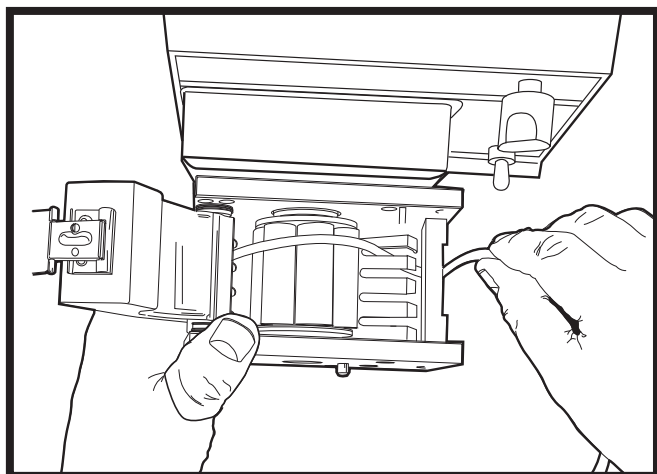

Abbildung 8, Schlauchstopper in den entsprechenden Klemmschlitz auf der anderen Seite stecken.
4. Schlauch über die Rollen führen und auf der anderen Seite des Pumpenkopfs (dort, wo sich die Verriegelung befindet) in den Klemmschlitz stecken (Abbildung 8).